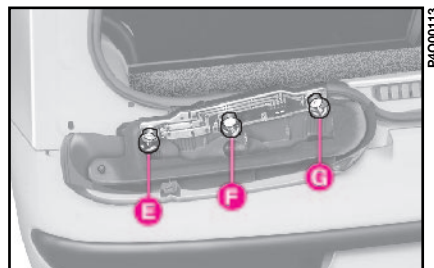

fig. 27
3) extraire les lampes **fig. 27**, en les poussant légèrement et en les tournant dans le sens contraire d'une montre;